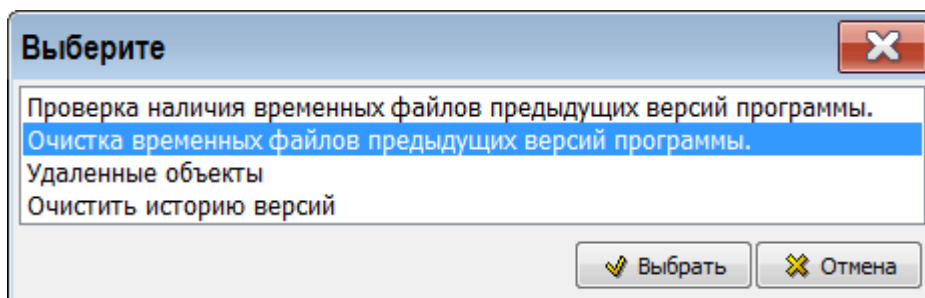

Рисунок 92
3) В окне **Выберите** выделите пункт «Очистка временных файлов предыдущих версий программы» (рисунок 92).